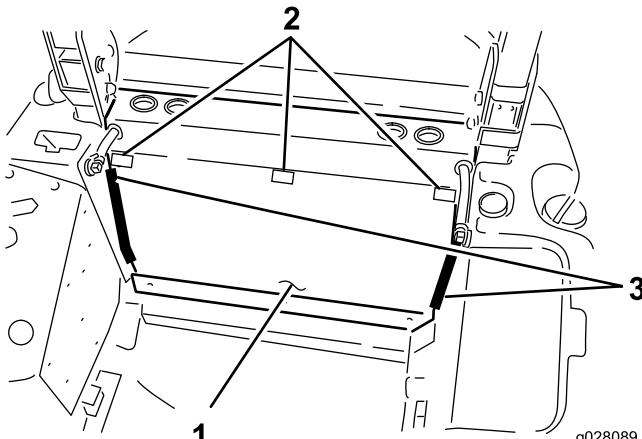

Figura 57
2. Coloque el panel trasero en su posición y alinee los taladros de montaje superiores con los taladros del travesaño del bastidor (Figura 57).